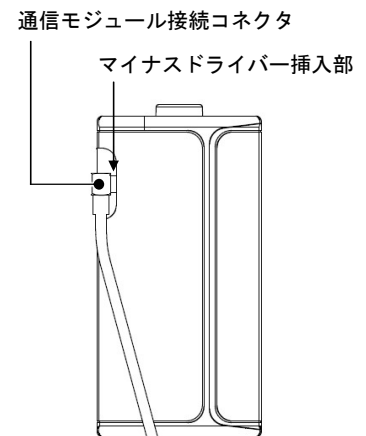

図12 通信モジュール 側面図
- ・ 通信モジュール接続コネクタを取り外す際は、マイナスドライバー挿入部にマイナスドライバーを引掛け、取り外してください。(図12)